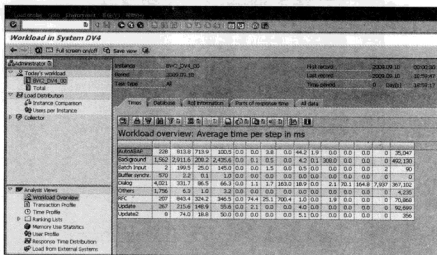

图 13-12 工作量分析界面
STEP 1 在命令栏中输入“ST03”命令，进入工作量分析界面，如图 13-12 所示。